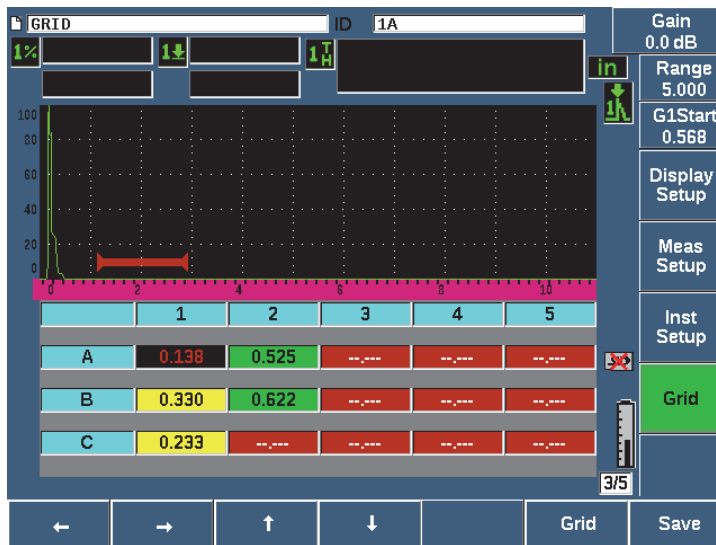

Figure 10-25 Commandes de la grille sur l'écran en temps réel
3. Appuyez sur **Grid** (Grille) [touche P3] pour afficher les commandes de la grille (voir la Figure 10-25 à la page 240).